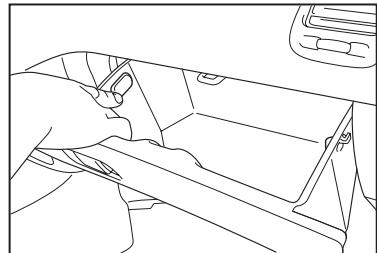

figura 1
2. Quite las pestanas de las bisagras a ambos lados de la guantera para liberar temporalmente la guantera de su compartimiento. (ver figura 1)